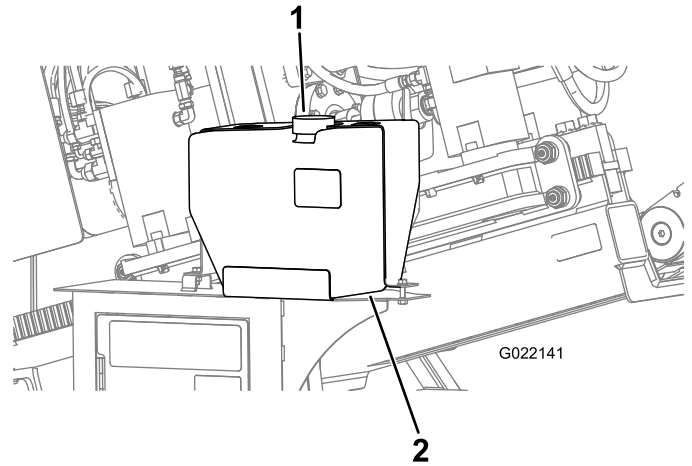

Bild 153
- D. Nehmen Sie den Deckel vom Frostschutzmittelbehälter der Bohrflüssigkeitspumpe ab (Bild 153).
- E. Stellen Sie sicher, dass der Behälter mit Frostschutzmittel gefüllt ist (Bild 153).
C. Füllen Sie nach Bedarf Frostschutzmittel in den Behälter (Bild 153).
5. Schrauben Sie den Deckel auf den Frostschutzmittelbehälter auf (Bild 153).